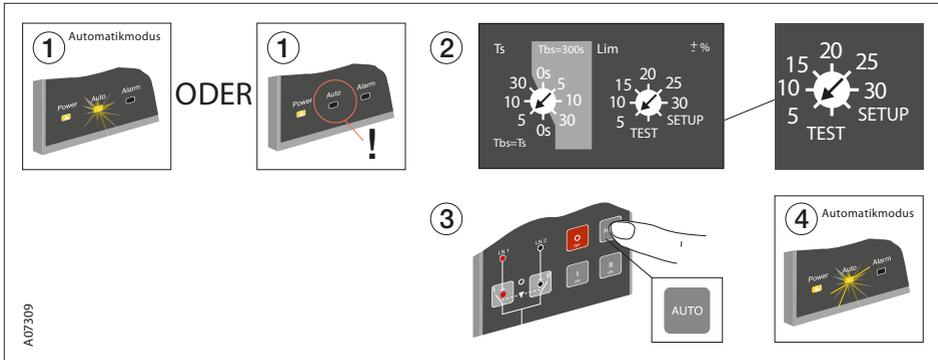

Abb. 6.11 Einstellen der automatischen Kontrolleinheiten OMD200 und OMD300 auf Automatikmodus
5. Stellen Sie das Gerät, wie in Abbildung 6.11 gezeigt, auf AUTO-Modus ein.